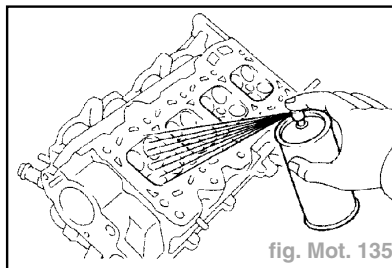

fig. Mot. 135
- A l'aide d'un colorant de pénétration, rechercher toute fissure éventuelle au niveau de la chambre de combustion, des conduits d'admission, des conduits d'échappement et de la surface de contact avec le bloc-cylindres (fig. Mot. 135).